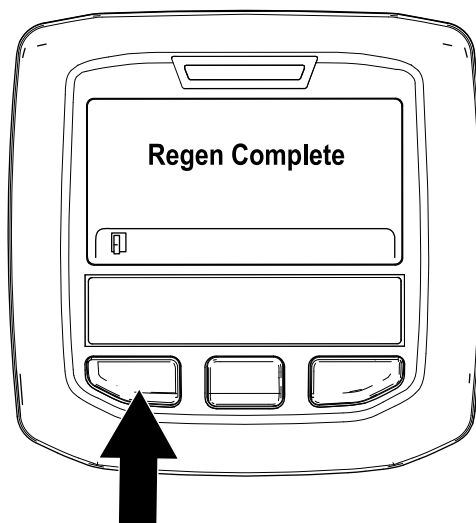

Figura 54
- A regeneração em estacionamento está concluída quando a mensagem “Regen Complete” (Regen. completa) surge no InfoCenter. Prima o botão esquerdo para sair para o ecrã inicial (Figura 54).